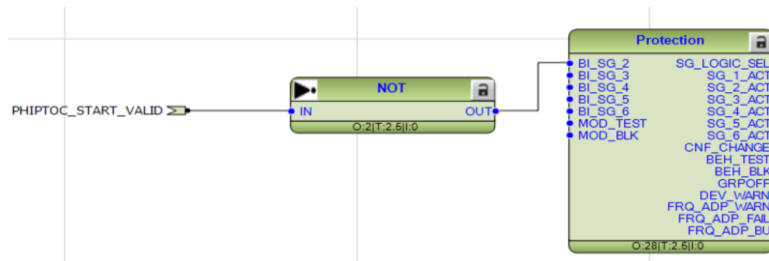

Imagen 352_Conexión del bloque NOT y el bloque Protection.
5.1.38 Y por último unimos la salida del bloque “NOT” con la entrada de “BI_SG_2”, como en la **Imagen 352**.